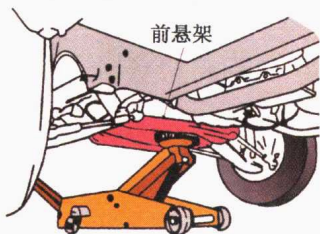
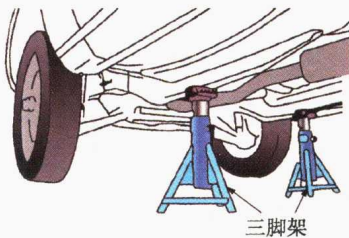
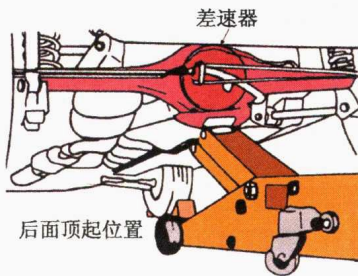

图 1-3 借由前悬架构件顶起车辆前端
图 1-4 三脚架置于车身侧梁下方
图 1-5 在差速器的位置顶起车辆
③ 顶车位置
(1) 如图 1-3 所示，顶车辆前端时，须在后轮放置止挡块，以便将车辆挡住，然后将千斤顶顶在前悬架横梁处，且须确认未顶在发动机油底壳上，并将三脚架置于车身侧梁下方，如图 1-4 所示。
(2) 如图 1-5 所示, 顶车辆后端时, 前置发动机后轮驱动车 (FR 式车) 可将千斤顶顶在差速器壳下, 但须注意不可撞击制动油管等管路。
(3) 顶车身两侧时, 须将千斤顶或顶车机顶在车侧加强梁的凹口处, 若顶在其他地方会因强度不够而伤及车身。当然, 也须注意不可撞击制动油管等管路。
(1) 如图 1-3 所示, 利用千斤顶将车辆前端顶起时, 须用止挡块挡住两后轮; 反之, 顶起车辆后端时, 须用止挡块挡住两前轮, 以免因车轮滑动, 造成车轮滑落千斤顶顶盘的意外。
(2) 如图 1-5 所示, 利用千斤顶顶起车辆后, 须用三脚架支撑车辆 (如放在车身侧梁下方, 如图 1-4 所示), 除非需要在车身下方进行维修, 否则, 绝不可置身于车身下方, 以免发生危险。